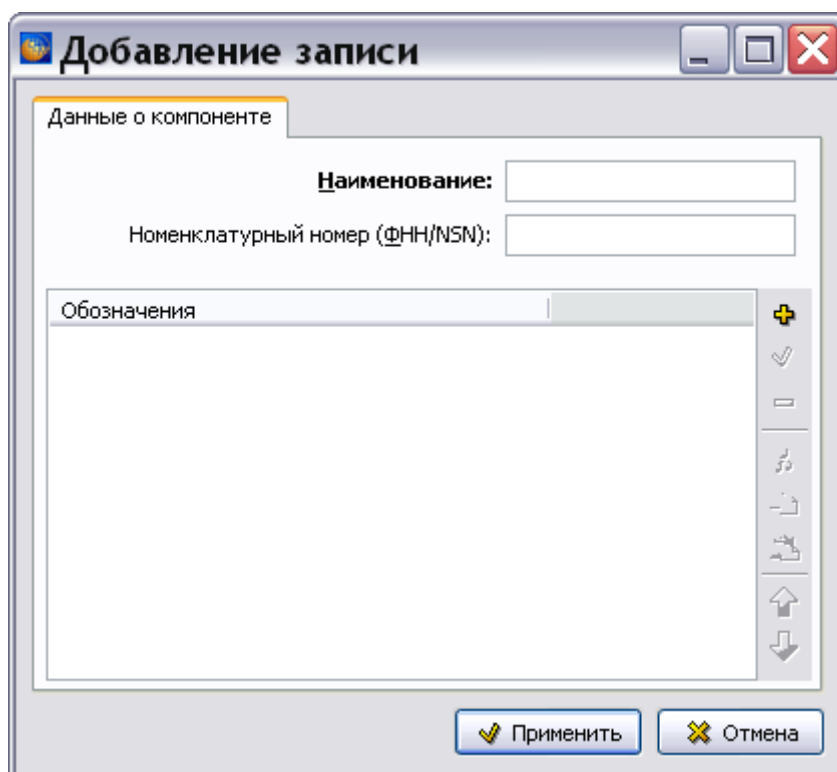

Рис. 9.6
1. На инструментальной панели окна **Компонент** нажмите на кнопку . После этого откроется диалоговое окно **Добавление записи** с вкладкой **Данные о компоненте** (Рис. 9.6).